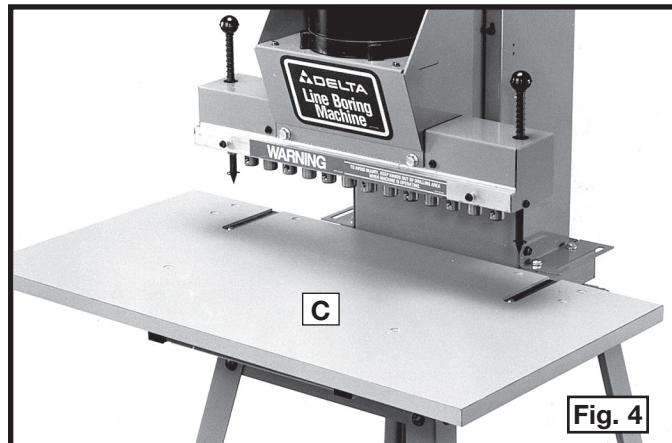

Fig. 4
3. Centrez la table (C), fig. 4, sur le cadre de la machine.